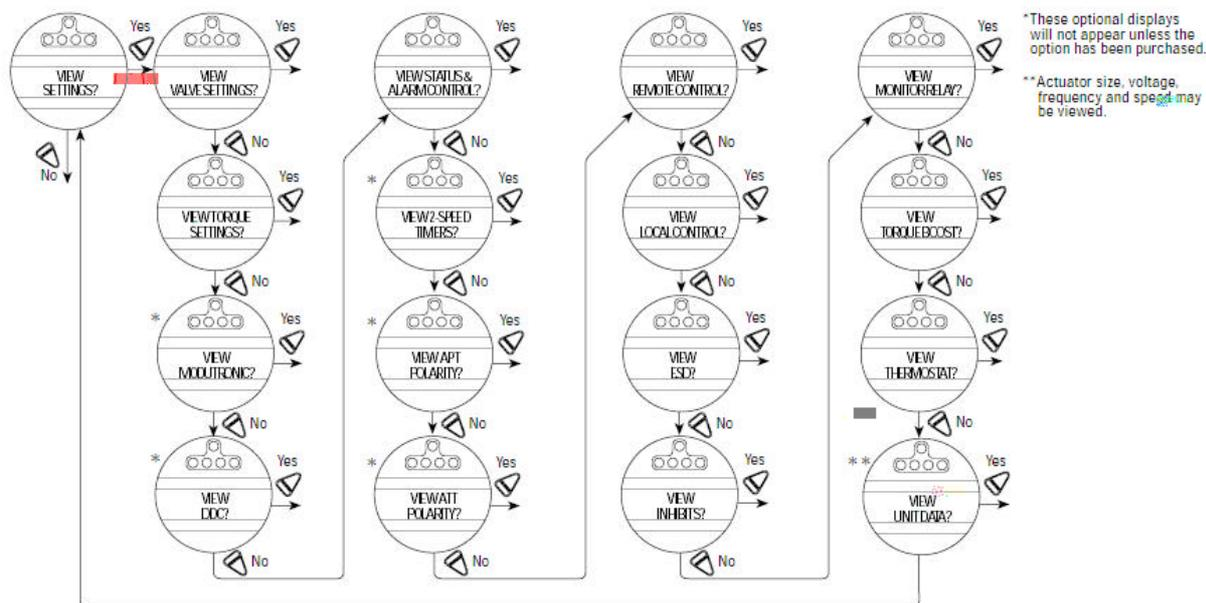

图 10.1 浏览设定值
10、浏览现有的设定 (图 10.1)
在 “VIEW SETTING?” (“浏览设定值?”) 方式下, 用户可以浏览最多达 16 组设定数据 (见图 10.1):